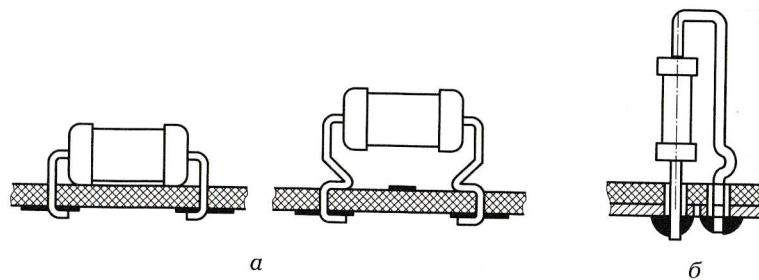

Рис. 2.1. Способы установки резисторов:
Как правило, используется два варианта установки элементов: горизонтальная и вертикальная (рис. 2.1).
4. Выводы резисторов и керамических конденсаторов сформуйте для крепления способом зиг-замка (рис. 2.1, б).